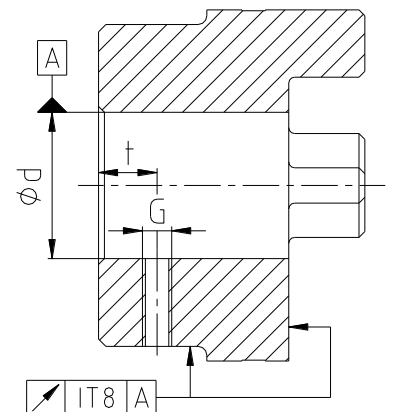

Bild 21: Rund- und Planlaufgenauigkeit
- Bei Herstellung der Nabenbohrung durch den Kunden ist die Rund- bzw. Planlaufgenauigkeit (siehe Bild 21) einzuhalten.